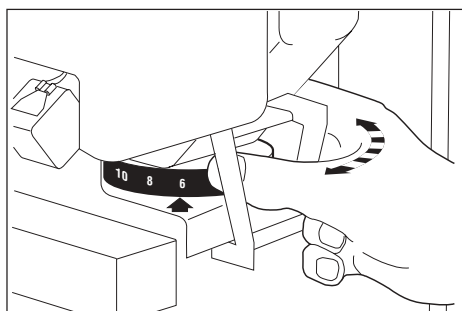

Fig. 15
- Girar el mando regulación de molido del café (23) y situarlo sobre uno de los valores siguientes (Fig. 15):